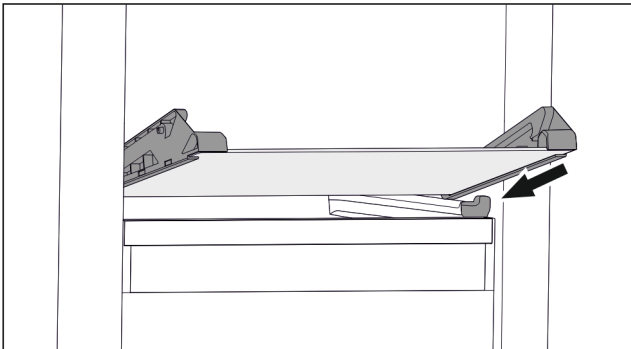

Fig. 67 Tablette en verre du tiroir basculable
- Placer la tablette en verre, en l'inclinant, derrière les butées. (voir Fig. 67)